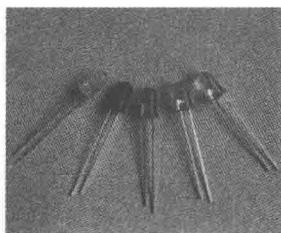
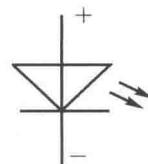

图 2.2 发光二极管
图 2.3 发光二极管符号
(1)认识发光二极管。LED(见图 2.2 和图 2.3)是一个低电压的半导体产品,过高的电压会导致损坏,需要额外电路来控制电压和电流供应。这个电路包括一连串的二极管和电阻,以控制电压的极性和限制电流。